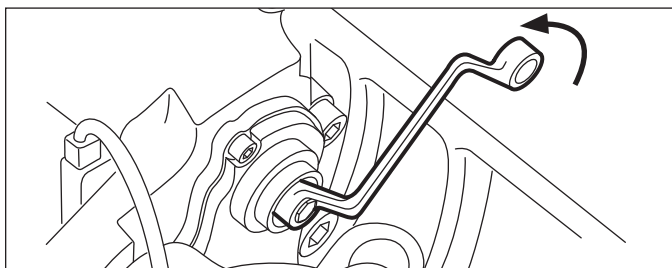

FIGURA 37 - CÓMO AUMENTAR EL ESPACIO DEL AJUSTADOR PARA QUITAR LAS ZAPATAS
5.2.8 Use una llave de cubo de seis puntos de 10 mm (*Consulte la figura 37*) para hacer girar el ajustador hacia la izquierda hasta que haya suficiente espacio para quitar las zapatas de los frenos. Se produce un sonido de clic cada vez que gira el ajustador.